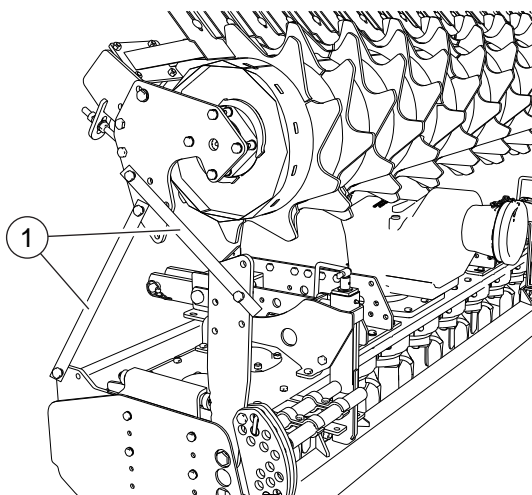
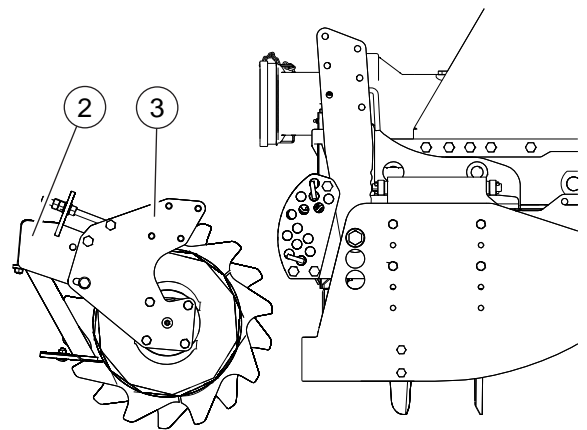

FIG. 9
FIG. 10
Die Maschine kann mit der aus den Stützen abgebauten und mit Eisenhalterungen (1, "Fig. 9") über der Maschine befestigten Walze gesandt werden.
- Die Schrauben der Walzenhalterungen (1, "Fig. 9") lösen.
- Die Drehungen der Schaber-Träger-Schiene blockieren (1).
- Die Walze auf den Boden mit Stützplatten (2, "Fig. 10") in die Richtung des Aufbaus setzen.